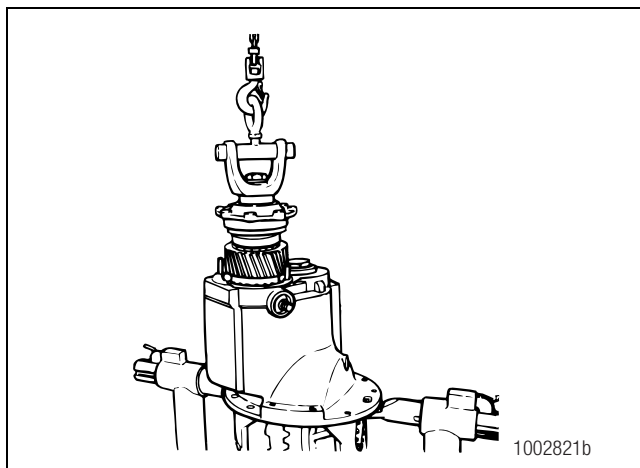

Figura 5.81
- D. Baje el conjunto del eje impulsor, insertándolo en el portadiferencial. Figura 5.81.